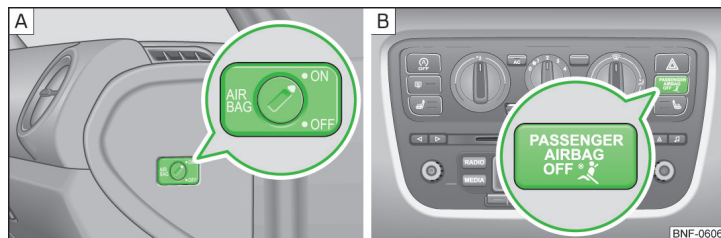

Fig. 10 Comutator cu cheie pentru airbagul frontal al pasagerului față/
- Lampa de control **PASSENGER AIRBAG OFF**  » fig. 10 la pagina 19 -  se aprinde la cuplarea contactului.
- Cu ajutorul cheii, rotiți cu grijă fanta comutatorului cu cheie n poziția **OFF** » fig. 10 - .
- Verificați dacă, după cuplarea contactului, este aprinsă lampa de control **PASSENGER AIRBAG OFF**  » fig. 10 - .
- > Cu ajutorul cheii, rotiți cu grijă fanta comutatorului cu cheie n poziția **ON** » fig. 10 - **A**.
- > Verificați dacă, după cuplarea contactului, lampa de control **PASSENGER AIRBAG OFF** » fig. 10 - **B** nu este aprinsă.